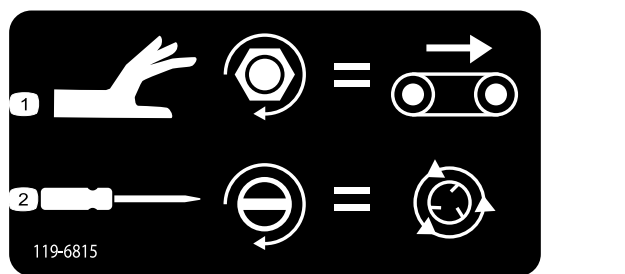

Figura 44
- Para ajustar a velocidade da passadeira (Figura 44), rode o manípulo no sentido dos ponteiros do relógio. A velocidade máxima no solo é utilizada no sistema operativo com codificação por cores de forma que este ajuste possa ser feito sem fluido hidráulico presente. O mesmo é mais relevante
- Para ajustar velocidade do rotor (Figura 44), utilize uma chave de parafusos de pontas planas para aumentar rodando no sentido dos ponteiros do relógio ou diminuir rodando no sentido contrário ao dos ponteiros do relógio.